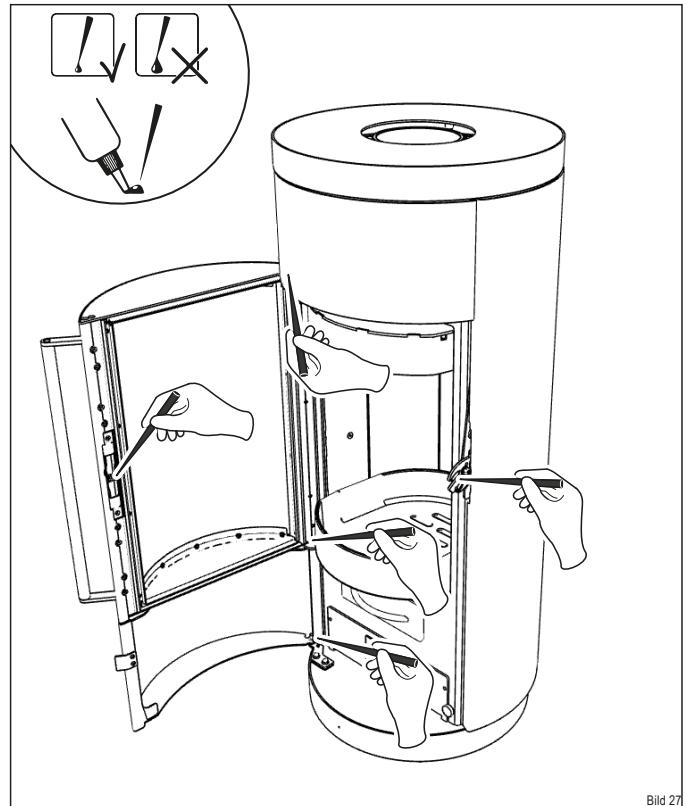

Bild 27
- ▶ Schmieren Sie die Punkte (Bild 27) mit dem Spezialfett aus der Startbox.